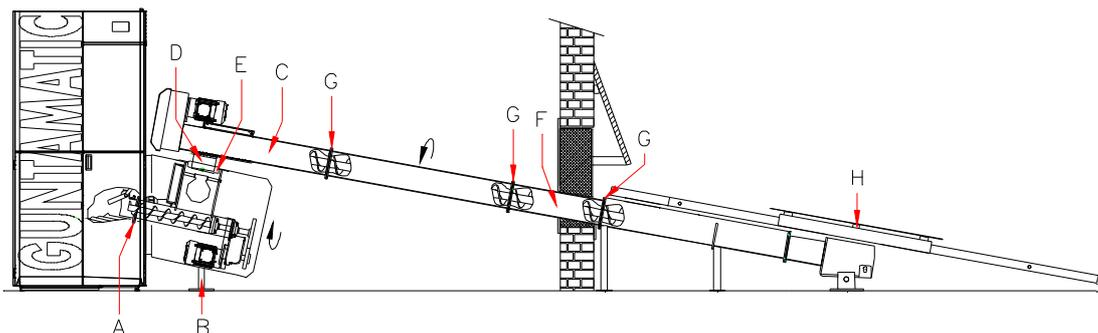

Abb.4
4. Bei abmontiertem Stoker die Einlaufdichtung (A) Abb.4 zwischen Stokereinheit und Kesselflansch einlegen und mit 4 Stück M08 x 30 Sechskantschrauben, Sprengringen und Muttern verschrauben. Den Stützfuß (B) Abb.4 an der Stokereinheit herausdrehen, sodass die Stokereinheit entlastet wird. Das Kabel Zündgebläse, TKS, Füllstandzunge, Brandschutzmotor, Stokerfühler, Antrieb G1 und Antrieb A1 anschließen.
5. Die Antriebseinheit (C) Abb.4 auf die Stokereinheit aufsetzen und in Richtung des Lagerraums drehen. Die Kugel (D) Abb.4 der Antriebseinheit muss luftdicht in der Gummidichtung (E) Abb.4 der Stokereinheit liegen.
6. Die benötigten Schneckenentröge am Boden vormontieren. Das serienmäßig mitgelieferte 0,55 m Trogstück (F), siehe Abb.4, immer im Mauerdurchbruchbereich montieren. Die einzelnen Trogstücke mit M08 x 30 Sechskantschrauben, Sicherungsscheiben und Muttern, ohne Stoß an der Troginnenseite fest verschrauben. Die Schneckenstücke so zusammenstecken, dass die Schneckensteigung (G) Abb.4 ohne Unterbrechung und Stoß weiterläuft. Anschließend die vormontierte Austragschnecke an die Antriebseinheit (C) Abb.4 stecken und festschrauben.
7. Das Rührwerk (H), siehe Abb.4, an die Austragschnecke montieren und darauf achten, dass die Schneckensteigung (G) Abb.4 ohne Unterbrechung und Stoß weiterläuft.